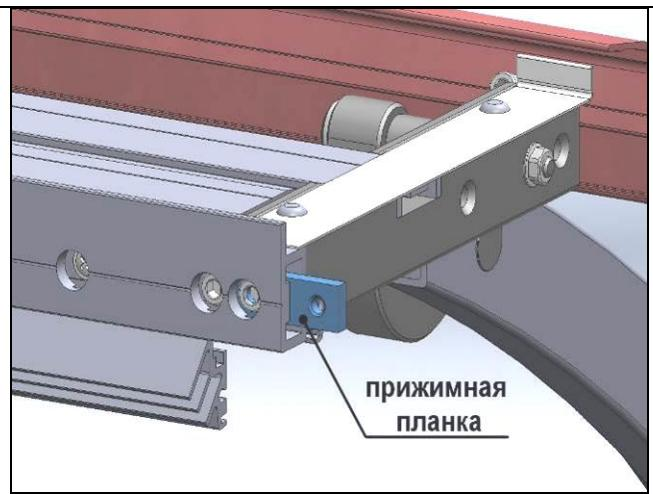

рис. 4
4. Перед установкой стёкол-антизапотевателей на витрины AURORA MG BASIC SELF, необходимо установить полкодержатели в отверстия стоек (рис.4 и 5).
4. Выкрутить в заднем продольном профиле, крайний со стыкуемой стороны винт M6x25. Установить в профиль прижимную планку, закрепив винтом M6x25(рис.4).